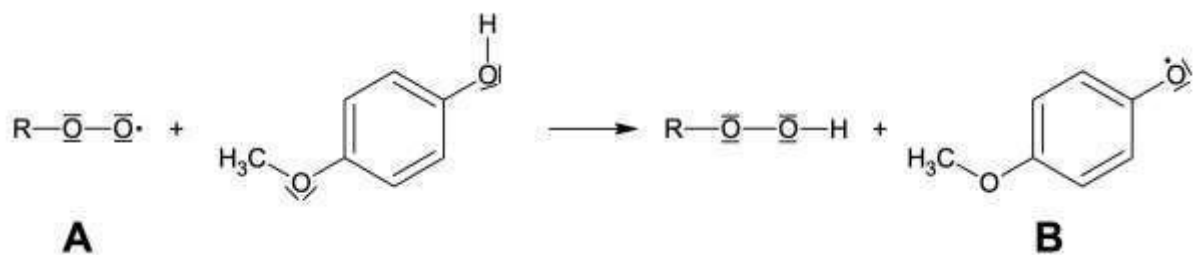

Abb. 6: Zwischenschritt beim Radikaleinfang durch 4-Methoxyphenol
Acrylnitril, da es unerwünschte reaktive Teilchen wie Hydroperoxid-Radikale (B) abfängt. Dabei findet folgende Reaktion (Abb. 6) als Zwischenschritt statt: